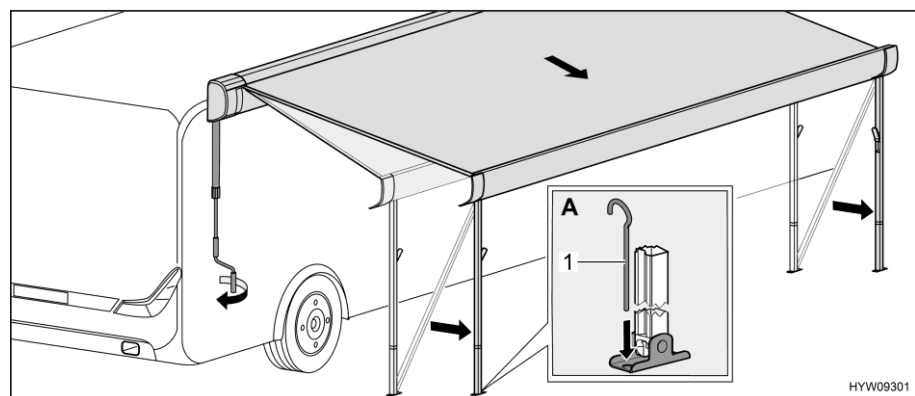

Bild 45 Markise in Endstellung bringen
- Stützfüße mit Heringen (Bild 45,1) am Boden befestigen (Bild 45,A).